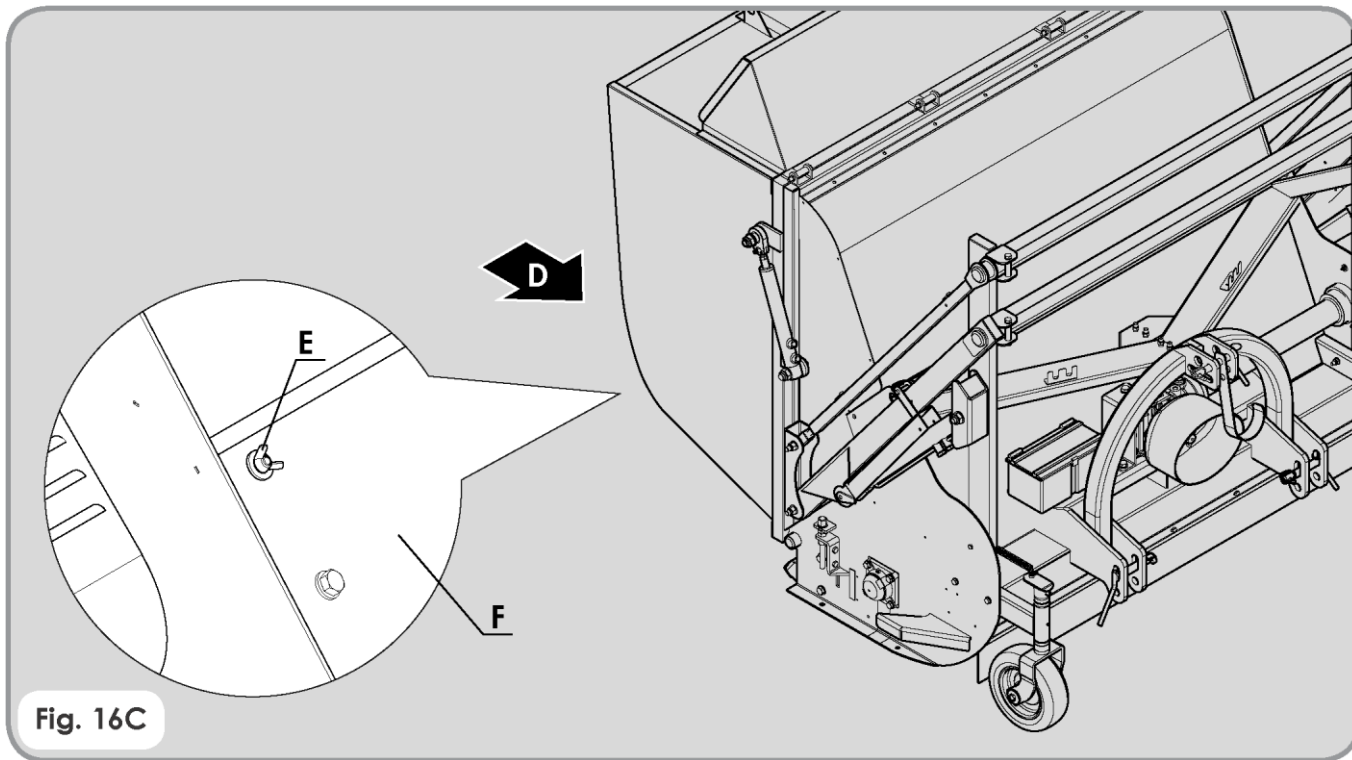

Fig. 16C
- Bij het vervangen van messen, zet de machine in de stand zoals door de pijl aangeduid (**D**) (zie **fig. 16C**).